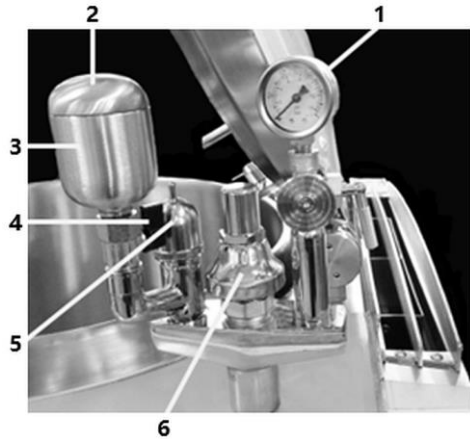

Abb. 14
- Entfernen Sie die Trichterkeappe (2, Abb. 14) vom Einfülltrichter (3) des Ventilkörpers oben auf dem Kochkessel.
- Öffnen Sie den Wasserzulaufhahn (4) des Einfülltrichters (3).
- Schließen Sie den Wasserzulaufhahn (4, Abb. 14) des Einfülltrichters (3) und setzen Sie die Kappe (2) wieder auf.
- Bevor Sie den Kochkessel einschalten, stellen Sie sicher, dass sich kein Druck im Garraum befindet, indem Sie das Dampfablassventil (5, Abb. 14), welches sich am Ventilkörper oben auf dem Gerät befindet, öffnen.